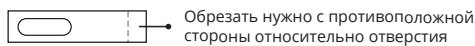

Рис. 6
3. Установите оконный слайдер на оконную раму, чтобы можно было удобно разместить воздухозаборный шланг. Если оконный слайдер больше чем размер окна, вы можете его обрезать (Рис. 6).